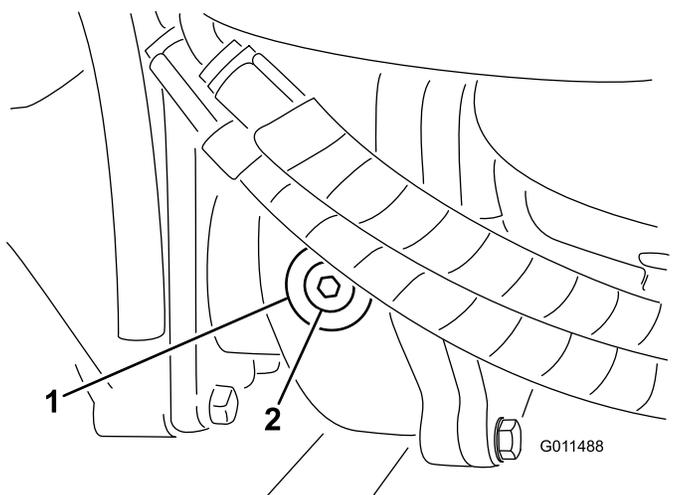

Figura 113
- Togliete il tappo di controllo/riempimento dal lato sinistro del riduttore e verificate che il lubrificante raggiunge la base del foro (Figura 113).